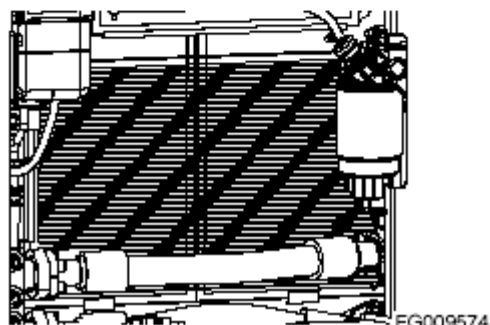

Рисунок 61
4. Извлеките внешний фильтр (4, Рисунок 61) из кожуха. Не извлекайте внутренний фильтр (54).
5. Произведите очистку внешнего фильтра (3, Рисунок 61), продувая его сжатым воздухом изнутри кнаружи. Давление воздуха не должно превышать 205 кПа (30 фунтов на квадратный дюйм).